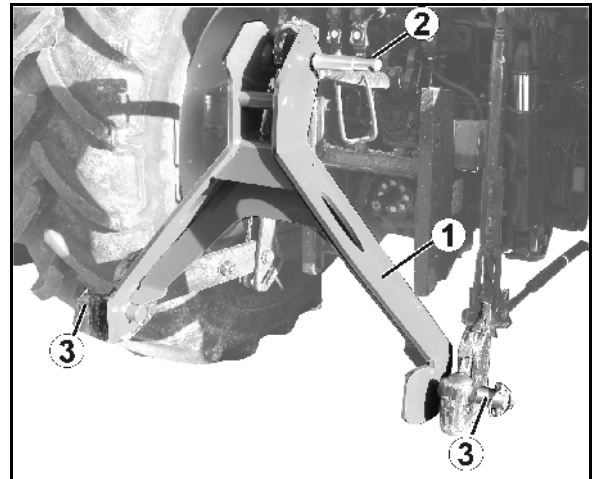

Fig. 53
Hurtigkoblingssystemet (Fig. 53/1)
- bruk toppstagbolten (Fig. 53/2) i trepunktsoppheng, utstyr den med kulehylse og sikre med låsepinner.
- utstyr trekkstagboltene med kulehylser, skyv på distansehylser (Fig. 53/3) og sikre med låsepinner.